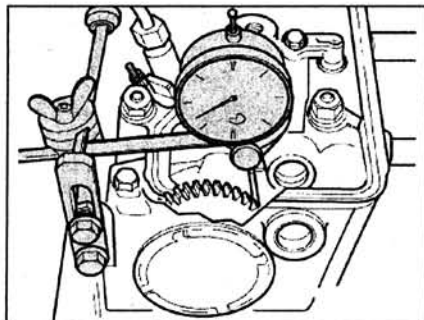

Рис. 2.53. Закрепите стрелочный индикатор на головке блока цилиндров с помощью держателя VW 387.
8. Закрепите стрелочный индикатор на головке блока цилиндров с помощью держателя VW 387 (рис. 2.53). Определите свободный ход шестерни 9 на промежуточном валу. **Свободный ход шестерни:** 0.06-0.17 мм.